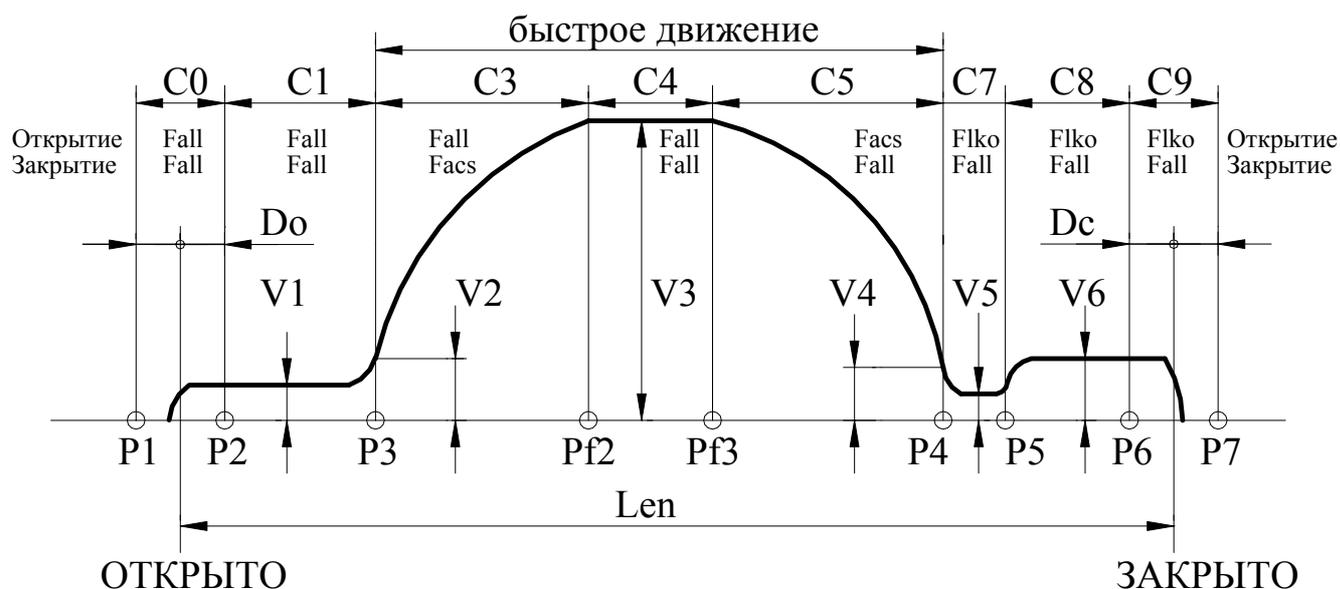

Рис.5. Траектория движения.
3.8.3.3. Для осуществления измерения проема нужно сначала подать команду КИП (1) или записать ноль в ячейку $Len=tP.21$. После этого необходимо подать команду ОД (1). При **полном открытии**, когда *Устройство* определило наличие упора в зоне С0 (см. **рис.5**), произойдет синхронизация *Устройства* на 0 и будет выдан сигнал ВКО (1), а также – сигнал ИП (1). После этого нужно подать команду ЗД (1). При получении упора при закрытии будет выдан сигнал ВКЗ (1) и снят сигнал ИП (0). *Устройство* сравнит полученное значение длины проема с минимальным и максимальным значением и, если оно будет находиться в допустимых пределах, произойдет запись полученного значения в память, в противном случае записи полученного значения в память не произойдет.
3.8.4.2. Если одновременно поданы команды ЗД (1) и ДК (1) и *Устройство* определило наличие упора в зоне С9 (см. **рис.5**), то для *Устройства* это является признаком **полного закрытия**, при этом *Устройство* синхронизируется на значении длины проема, ранее измеренного и записанного в память ($Len=tP.21$), и выдает сигналы ВКЗ (1) и ГОТ (1).
3.8.4.3. Если одновременно поданы команды ЗД (1) и ДК (1) и *Устройство* определило наличие упора **вне** зоны С9 (см. **рис.5**), то *Устройство* выдает сигнал РВМ (1) (механическое препятствие) и сигнал ГОТ не формируется ($ГОТ=0$).
3.8.6.1. В данный режим *Устройство* переходит при необходимости одностороннего или двухстороннего удержания положения. Одностороннее удержание положения реализуется в зоне открытия (**С0, рис.5**) с силой $F_{арр}$ или закрытия (**С9, рис.6**) с силой $F_{аррc}$, причем точка удержания в зоне открытия равна $X_{арр0}=D_{кеер0}-10$, а в зоне закрытия $X_{аррс}=L+10-D_{кеерс}$, где L – длина проема. Если $D_{кеер0}(D_{кеерс})$ меньше 10, то точка удержания уходит за пределы проема и, следовательно, двигатель будет оказывать постоянное давление в сторону открытия (закрытия). Двухстороннее удержание положения реализуется в произвольном промежуточном состоянии между упорами вне указанных выше зон с силой $F_{аррm}$, причем точка удержания запоминается после полного торможения.
3.8.7.4. *Устройство* отрабатывает траекторию движения, показанную на **рис.5**, справа налево.
3.8.8.4. *Устройство* отрабатывает траекторию движения, показанную на **рис.5**, слева направо.
- **E0L** – переезд зоны полного открытия (**C0, рис.5**) или полного закрытия (**C9, рис.5**). *Синхронизация* в этом случае выключается. Ошибка сбрасывается при смене кода направления вращения, но затем необходимо провести *синхронизацию* заново. При повторном неоднократном возникновении данной ошибки можно провести **измерение проема**, если затем эта ошибка все равно будет возникать, необходимо проверить механику привода.
3.9.1. Рис.5, на котором показана траектория движения, отслеживаемая Устройством, поясняет назначение многих параметров, рассмотренных ниже. На рис.5 отображено также распределение сил на участках траектории отдельно при открытии и при закрытии (при переходе в режим удержания устанавливается соответствующая сила удержания).
- 3.9.5.14. **Номер D** – C_vko (0-250, l=Ks мм) – дополнительное смещение точки **P2(рис.5)** для расширения диапазона удержания сигнала ВКО.
- 3.9.5.15. **Номер E** – C_vkz (0-250, l=Ks мм) – дополнительное смещение точки **P6(рис.5)** для расширения диапазона удержания сигнала ВКЗ.